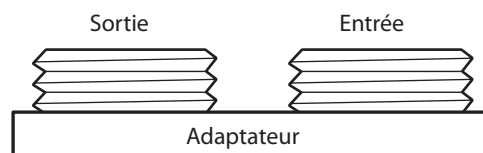

Figure 4
Vérifiez le raccordement de la canalisation d'eau non traitée au raccord droit de la vanne de régulation et le raccordement de la canalisation d'eau adoucie au raccord gauche de celle-ci (Figure 4).
7. Raccordez les conduits d'entrée et de sortie. Le socle de la vanne a un filet de 3/4" BSPT. Veillez à ce que la canalisation d'arrivée d'eau soit raccordée au côté droit (Figure 4).